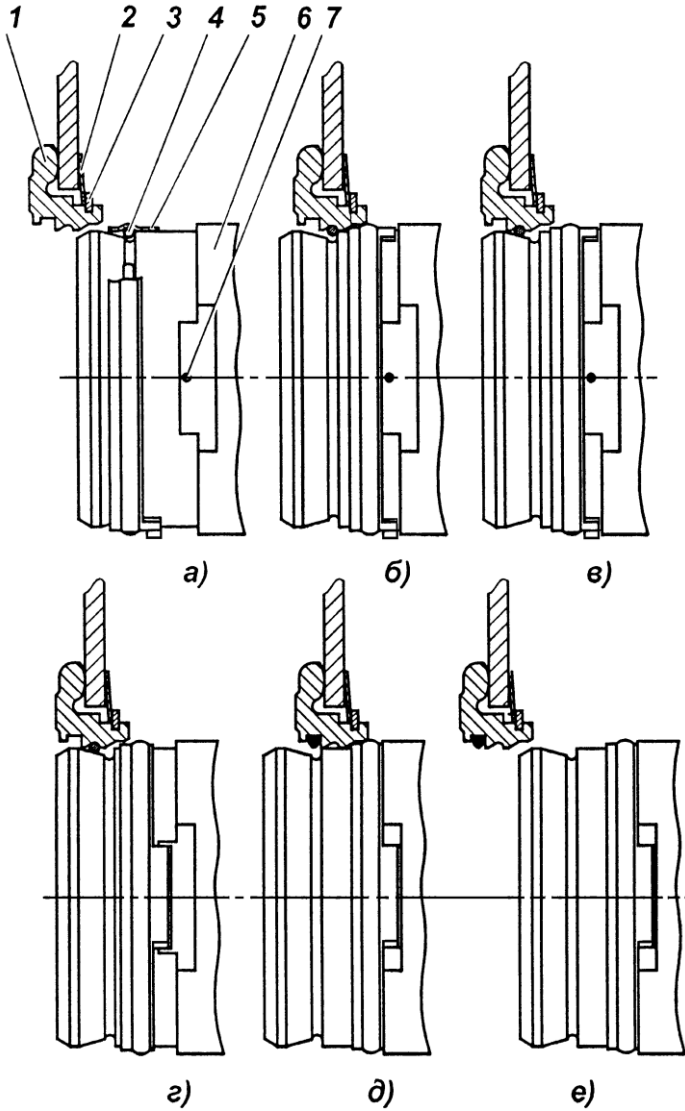

Рис. 102. Основные положения запорного устройства:
Конструкция запорного устройства механизма выключения сцепления требует выполнения особых правил установки коробки передач на двигатель. Основные положения запорного устройства показаны на рис. 102.
4. Переместить муфту выключения сцепления к упорному кольцу до упора, для чего с помощью технологического рычага повернуть вал вилки выключения сцепления против часовой стрелки. Пружинное кольцо при этом попадает в фасонную канавку упорного кольца (положение "б", рис. 102).
5. Поворачивая вал вилки выключения сцепления по часовой стрелке, переместить муфту в направлении от двигателя (положение "в" рис. 102).
5. Повернуть замковое кольцо 5 (рис. 102) относительно втулки 6 так, чтобы выступы кольца совпали с пазами втулки (положение "г").